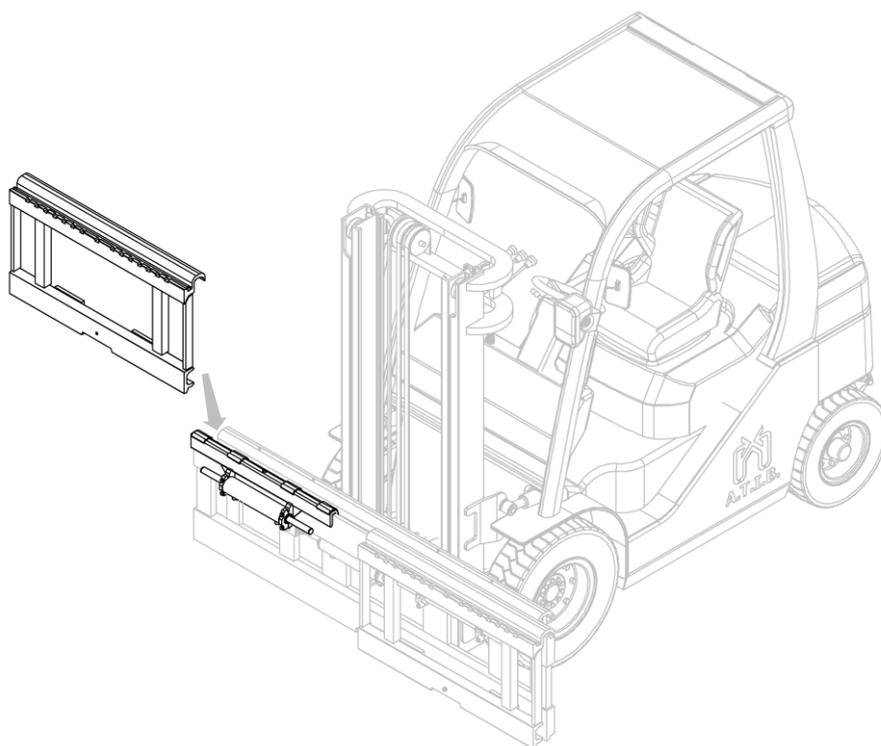

Figura 9
5. Con un carroponete o un paranco di portata sufficiente posizionare l'attrezzatura sul doppio gancio, avendo cura di posizionarla in modo corretto (vedi *Figura 9*).